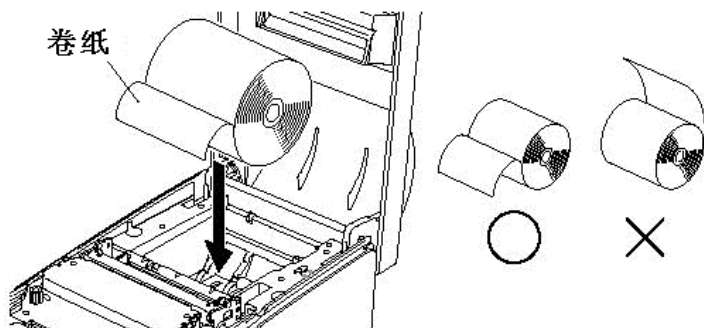

图5-5 放入卷纸
②沿垂直方向切齐卷纸开头段。
③确认打印机电源已打开。
④看好卷纸的方向，如图 5-5 般将纸放入